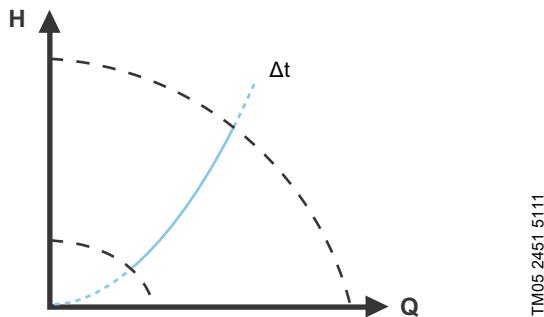

Рис. 33 Режим управления с постоянным значением перепада температур
- Поддерживается постоянный перепад температуры между насосом и внешним датчиком, см. рис. 33 и 34.